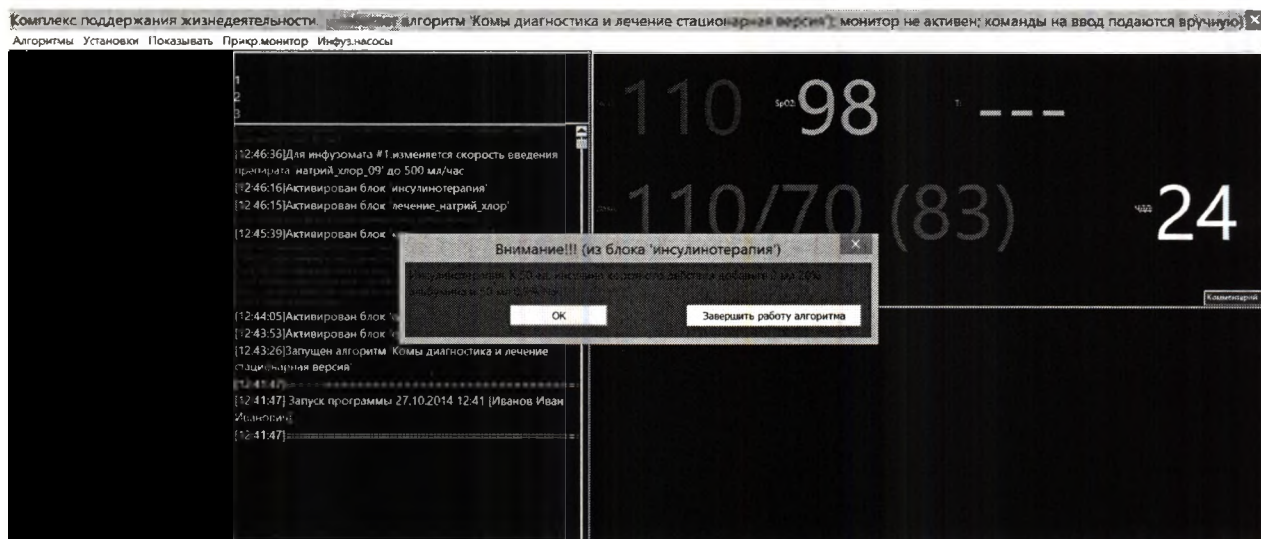

Рисунок 31. Вид дисплея и диалогового окна, запрашивающий проведение манипуляций по введению лекарственных препаратов
2.3.4.10 Комплекс-С при диагностике неотложного состояния предлагает лечение по заранее заданному алгоритму. Внутривенное введение препаратов производится с помощью инфузионного насоса, после подготовки шприца и инфузионной линии. Всплывающие окна оповещают о лекарственном препарате, требуемом для лечения, а также о его дозировке и скорости введения (рис. 31). После подтверждения введения назначенного препарата, его скорости и дозировки данные автоматически направляются на инфузионные насосы.